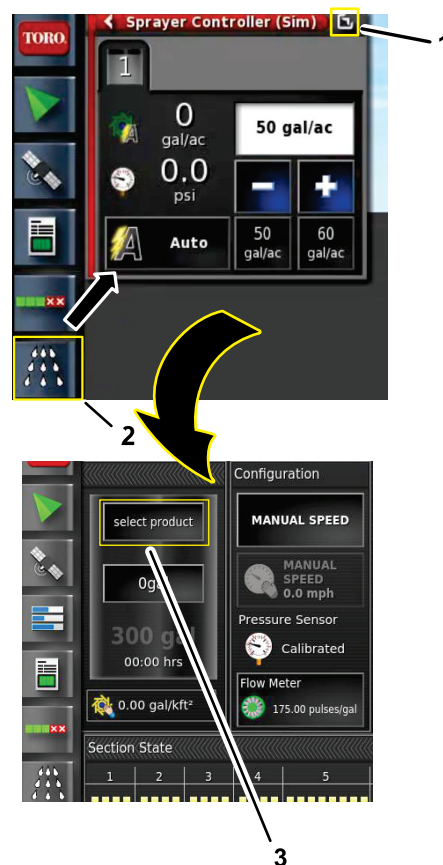

Figura 115
3. Pressione o ícone CONFIGURAÇÃO DO PRODUTO (Figura 115).
2. Pressione o ícone COMANDO DO PULVERIZADOR e, em seguida, o ícone Maximizar apresentação no painel de controlo do pulverizador (Figura 115).